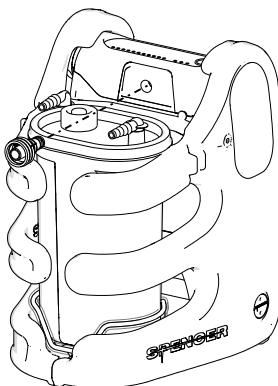

Fig. 13
2. Collegare all'aspiratore il tubo con il filtro (n°4 paragrafo 3.2), verificare che il lato trasparente del filtro contrassegnato con la dicitura <IN> sia rivolto verso il vaso, la parte <OUT> verso l'ingresso dell'aspiratore (fig.13 e 14).